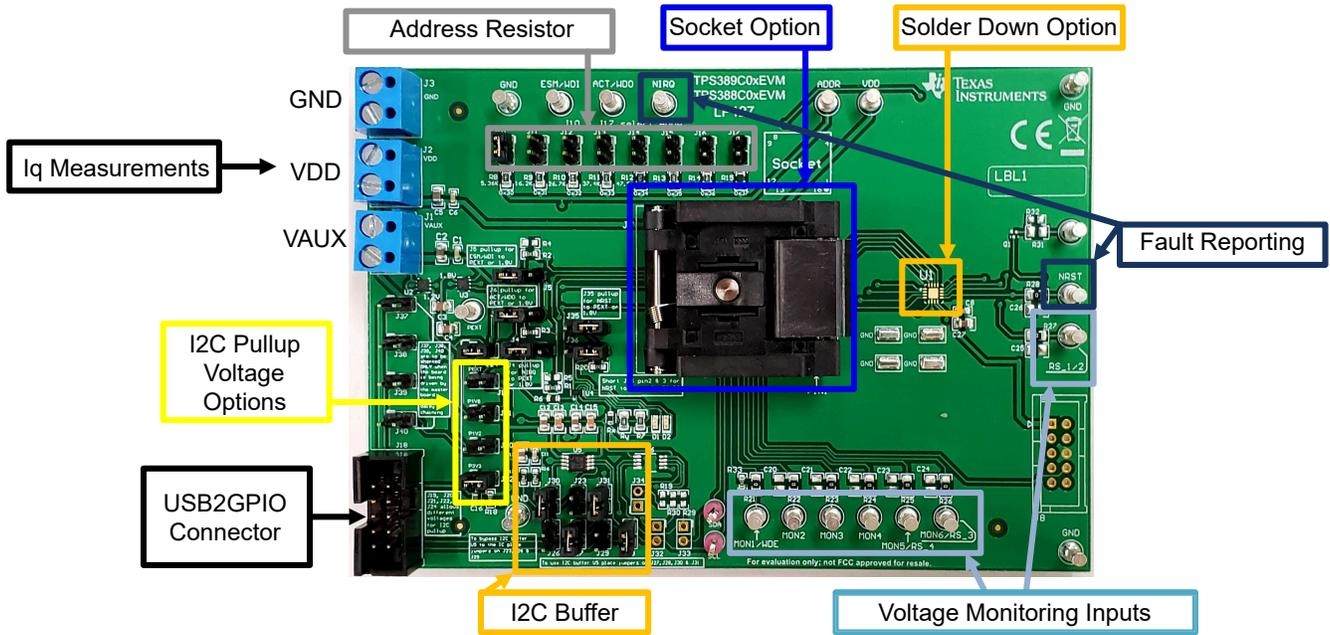

图 2-3. TPS389C0XEVM 连接说明
9. 可以在图 2-3 中找到 TPS389C0XEVM 的说明。